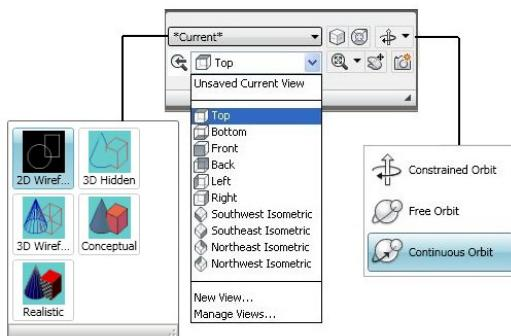
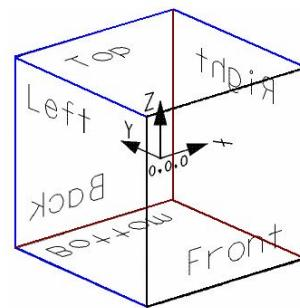

Figura 1.1.84
Figura 1.1.85
AutoCAD oferă zece vederi standard, tabel 1.1.6, cele mai des utilizate și care sunt raportate întotdeauna la WCS și nu la UCS-ul curent. Acestea pot fi accesate din banda **Home** → paleta **View** → lista **Manage View**  figura 1.1.84. Primele șase vederi, prezentate în figura 1.1.85, sunt generate dinspre direcții pozitive sau negative ale axelor sistemului de referință, astfel încât planele sunt văzute perpendicular pe direcția de vizualizare.
- comanda **3D Orbit** care permite vizualizarea modelului 3D prin mișcarea în jurul acestuia și oferă trei variante de vizualizare, accesabile din banda **Home** → paleta **View**, figura 1.1.84:
- banda Home → paleta View → lista Select Vizual Style, figura 1.1.84;